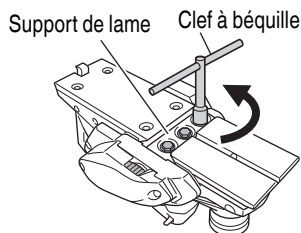

Fig. 14
(1) Comme indiqué à la Fig. 14, desserrer le support de lame à l'aide de la clé à béquille.